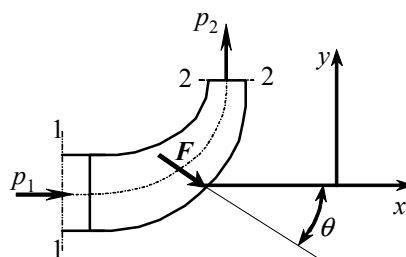

图3 弯管段
6. 一水平放置的直角渐缩弯管, 如图 3 所示, 已知弯管入口 1 处直径 $d_1=150\text{mm}$, 出口 2 处直径 $d_2=70\text{mm}$, 管中液体相对压力 $p_1=206\text{kPa}$, 流量 $Q=20 \times 10^{-3}\text{m}^3/\text{s}$, 液体密度 $\rho=1000\text{kg/m}^3$, 弯管的流动损失为 $0.15V_2^2/2g$ m (g 为重力加速度, V_2 为出口断面平均速度); 动量修正系数 $\beta_1=\beta_2=1$ 。试求: